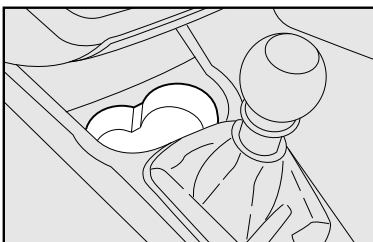
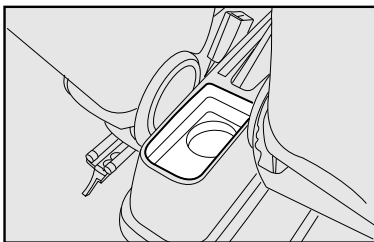

fig. 67
fig. 68
**PORTA-COPOS** fig. 67 e fig. 68
No console central existem duas sedes para colocar, com o veículo parado, copos ou latinhas fig. 67.
Para algumas versões existe um porta-copos no console central para os passageiros do banco traseiro fig. 68.